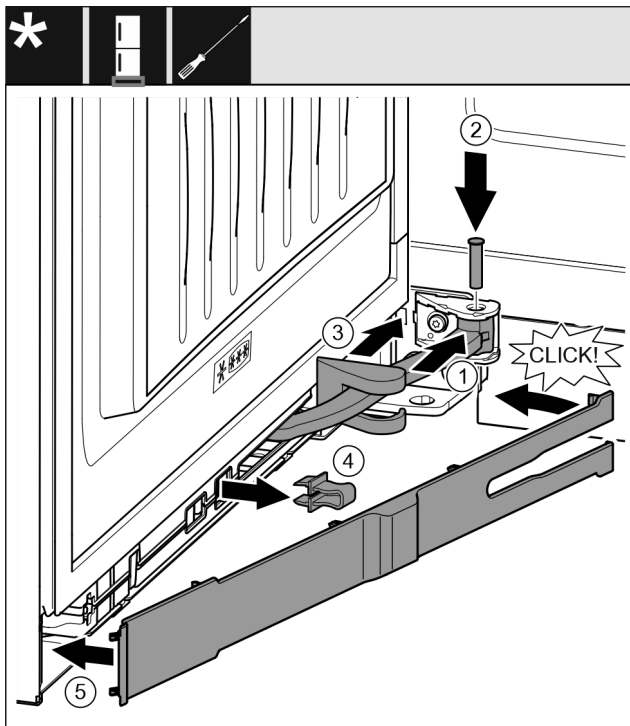

Fig. 35
- ▶ Gelenk Fig. 35 (1) in Aufhängung drehen.
- ▶ Bolzen Fig. 35 (2) mit einem Schraubendreher in Aufhängung und Gelenk einsetzen. Dabei darauf achten, dass der Rastnocken korrekt in der Nut sitzt.
- ▶ Lagerbockabdeckung Fig. 35 (3) entlang des Gelenks schieben und über der Aufhängung montieren.
- ▶ Sicherung Fig. 35 (4) abnehmen.
- ▶ Blende Fig. 35 (5) griffseitig ansetzen und einschwenken.